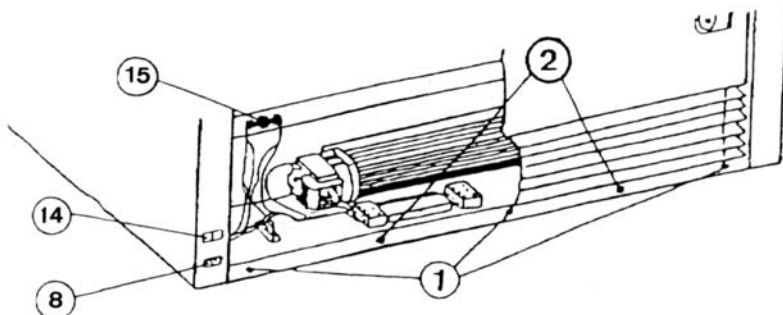
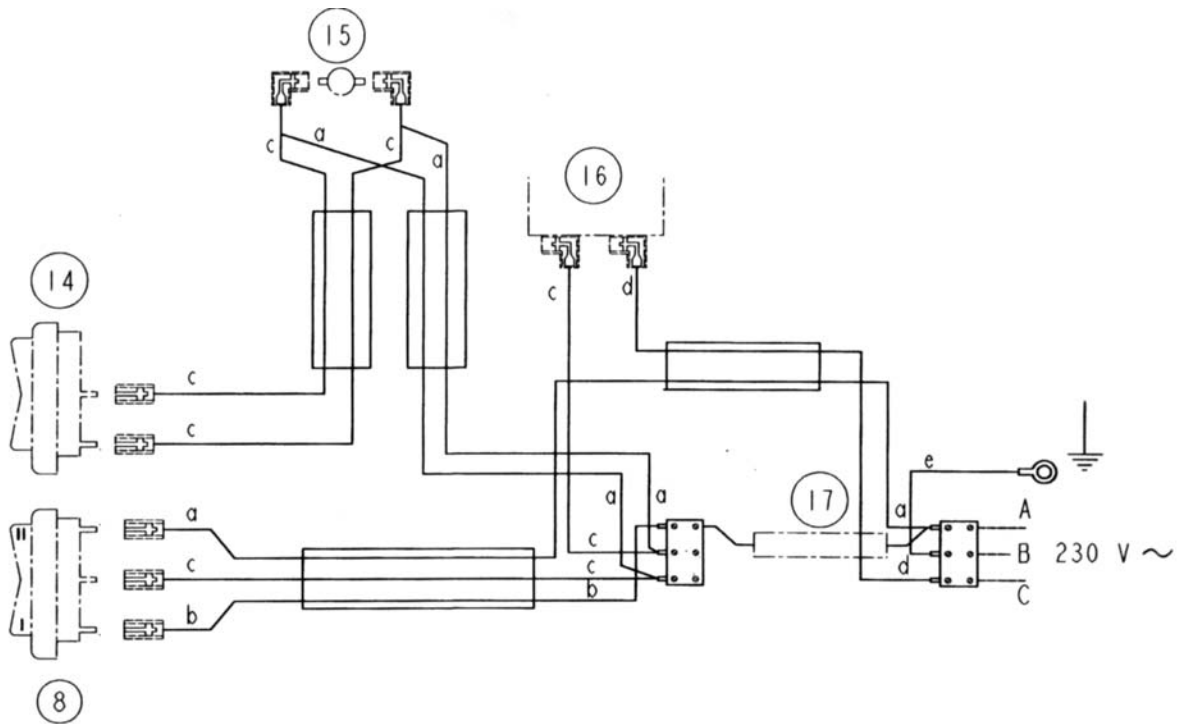

Fig. 24
Fig. 26
- Togliere le tre viti ① di fissaggio dal supporto ventilatore e dalla griglia di protezione (fig. 24).
- Togliere le 2 viti e le rondelle ventaglio ② (fig. 24).
8.2 SCHEMA DEI COLLEGAMENTI ELETTRICI (FIG. 24 E FIG 26 E FIG 1)